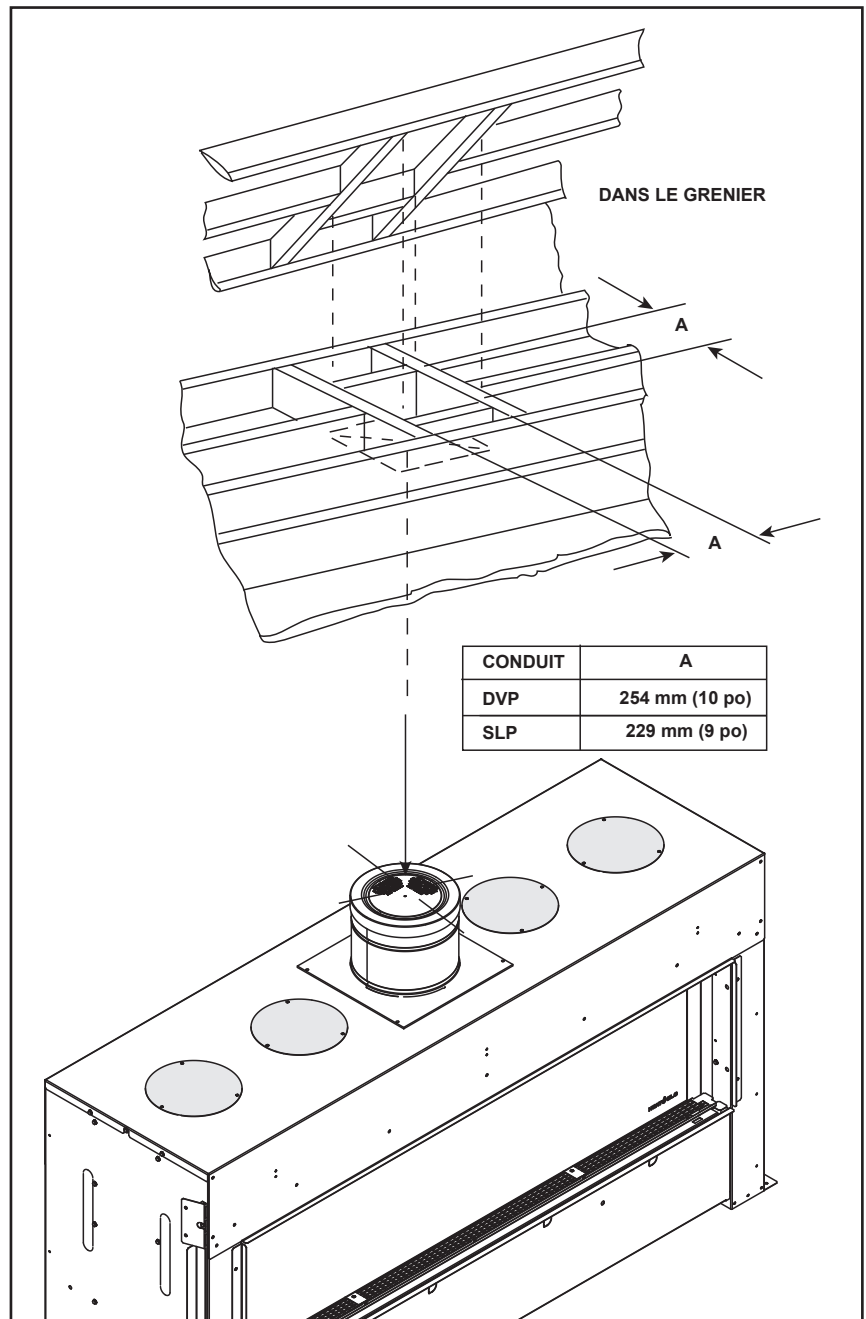

Figure 5.5 Installation du pare-feu du plafond
- **Conduite DVP seulement** – Fabriquez une ouverture encadrée de 254 x 254 mm (10 x 10 po) chaque fois que le conduit d'évacuation des gaz traverse un plafond/plancher. Voir la figure 5.5.